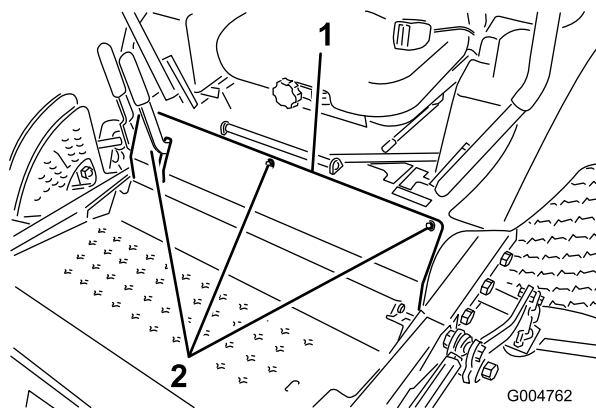

Bild 65
3. Nehmen Sie die Schrauben ab, mit denen die Frontplatte befestigt ist, und nehmen Sie sie ab (Bild 65).